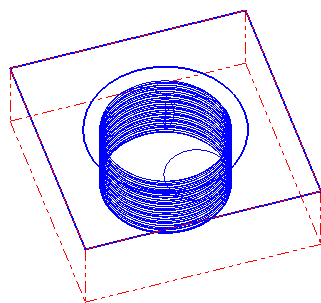

图 9.7.14 刀具路径
Step4. 单击“2D 刀具路径 - 螺旋铣孔”对话框中的  按钮，完成挖槽加工参数的设置，此时系统将自动生成图 9.7.14 所示的刀具路径。
(1) 在“操作管理器”中单击  刀具路径 - 12.8K - CIRCLE_MILL_NC - 程序号码 0 节点，系统弹出“路径模拟”对话框及“路径模拟控制”操控板。
(2) 在“路径模拟控制”操控板中单击  按钮，系统将开始对刀具路径进行模拟，结果与图 9.7.14 所示的刀具路径相同，在“路径模拟”对话框中单击  按钮。